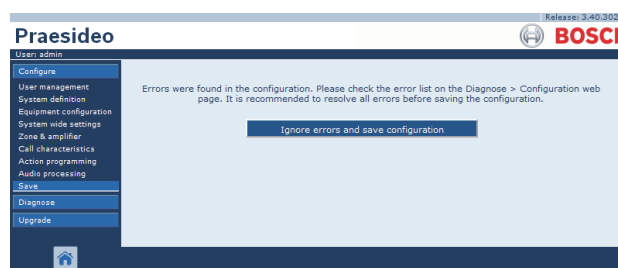

figure 41.6 : Fenêtre *Ignore errors and save configuration*
- En présence de problème, un message s'affiche indiquant que les problèmes de configuration doivent d'abord être corrigés. Il demeure possible d'ignorer ces erreurs et d'enregistrer tout de même la configuration afin de la poursuivre ultérieurement. Un seul bouton s'affiche : *Ignore errors and save configuration*. Voir figure 41.6.